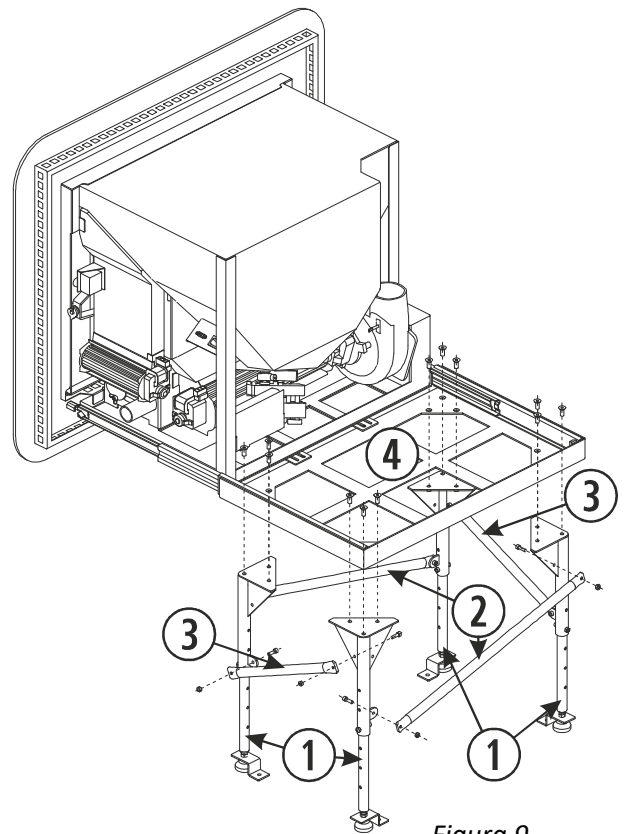

Figura 9
- 4.15.** Juntar 4 pés formando um retângulo, com os reforços laterais e frontais, como indicado na *figura 9*. Abrir os guias da estufa, de forma a podermos aceder aos pontos de ancoragem dos pés na base da estufa. A ordem de montagem da estufa sobre os pés dependerá das necessidades do instalador, podendo fixar os pés na sua localização final e montar mais tarde a base da estufa aos pés; ou então montar o conjunto estufa-pés e posteriormente colocá-la no local e fixá-lo com os pés no solo. **Obrigatório** aparafusar os pés ao solo.
①	Pé.
②	Reforço frontal e traseiro.
③	Reforço lateral.
④	Base da estufa.